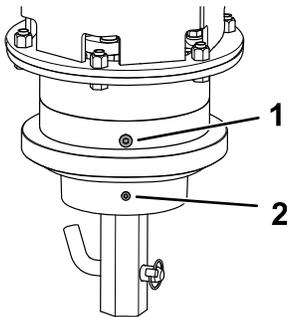

Figure 11
3. Enlevez le bouchon de contrôle d'huile (Figure 11).
2. Enlevez le bouchon de vidange d'huile (Figure 11).
3. Lorsque la vidange d'huile est terminée, tournez la tête d'entraînement pour redresser la tarière à la verticale (Figure 11).